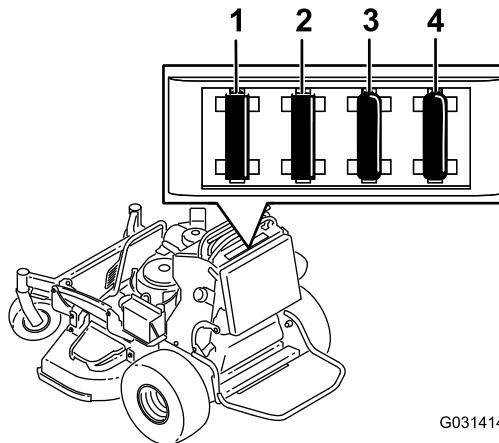

Figure 51
2. Tirez sur le fusible pour le sortir ou le remplacer (Figure 51).
**Remarque:** Veillez à utiliser un fusible du bon calibre Figure 51.